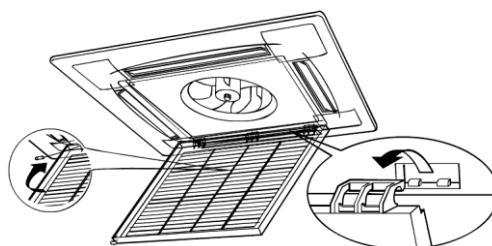

Fig. 9-2
2. Estrarre la griglia dell'alimentazione dell'aria (insieme al filtro d'aria come mostrato nella fig. 9-2).